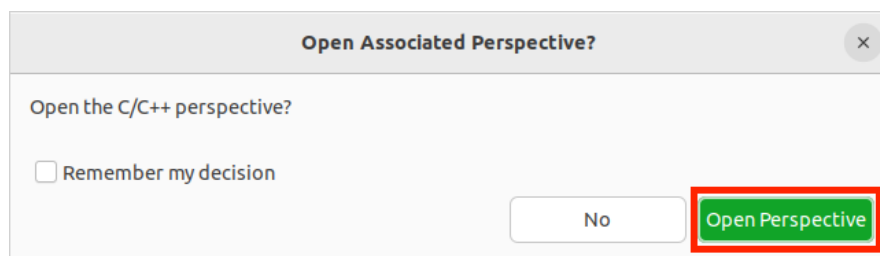

Рисунок 33. Открытие перспективы
10. Возможно, IDE предложит сменить перспективу (Рисунок 33). Необходимо согласиться нажатием кнопки «Open Perspective». Перспективу также можно сменить в правом верхнем углу рабочего окна (кнопка «Open Perspective»).